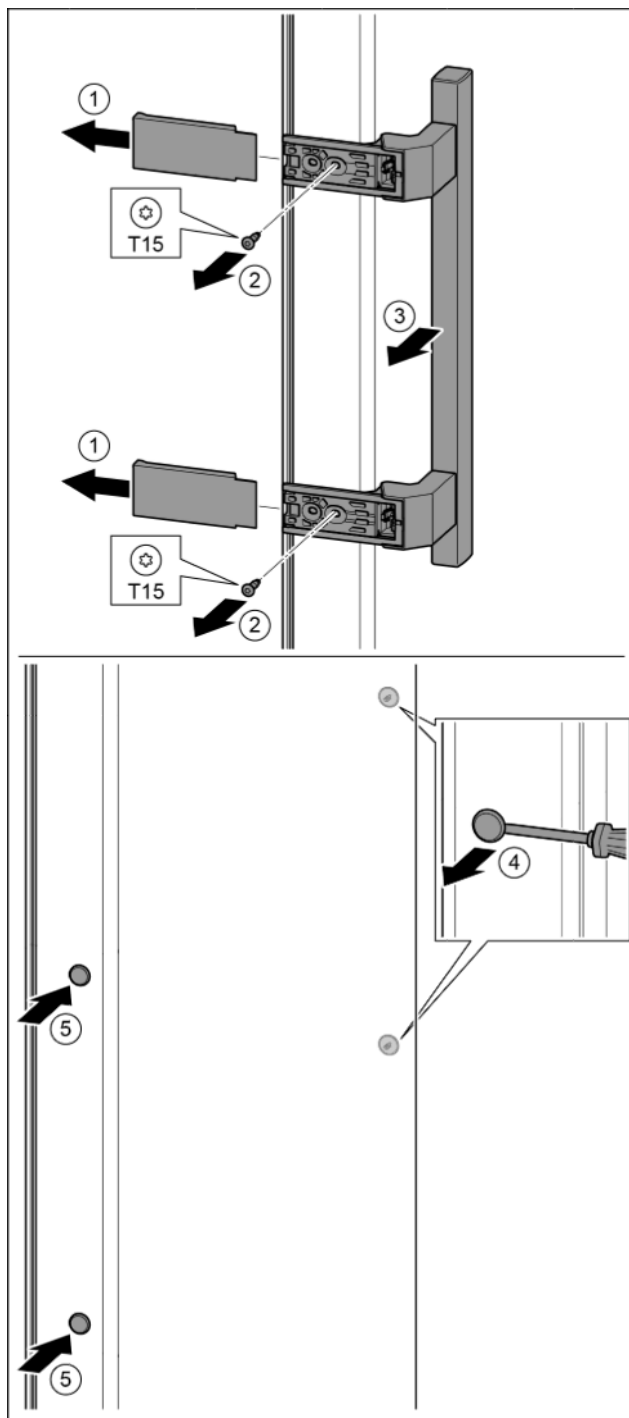

Fig. 34
- Снять крышку. Fig. 34 (1)
- Выкрутить винты отверткой T15. Fig. 34 (2)
- Снять ручку. Fig. 34 (3)
- Осторожно приподнять шлицевой отверткой боковые заглушки и вынуть их. Fig. 34 (4)
- Заглушки снова вставить с другой стороны. Fig. 34 (5)